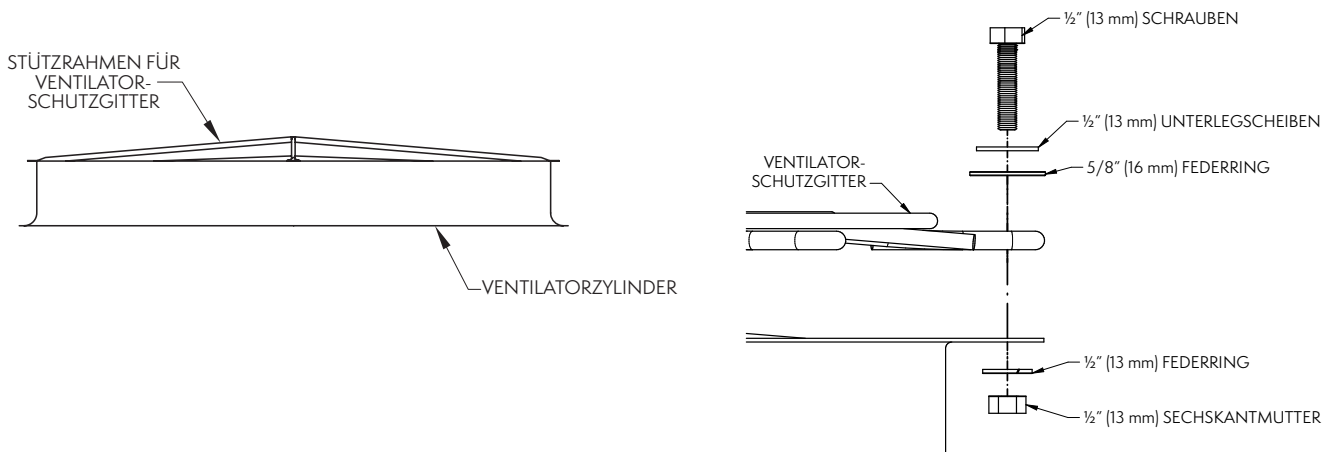

Abb. 22 – Zusammenbau von Stützrahmen und Ventilatorschutzgitter
1. Platzieren Sie den Stützrahmen für das Ventilatorschutzgitter oben auf dem Ausblaszylinder (wie in Abb. 22 dargestellt).
4. Nutzen Sie jede Bohrung für die Befestigung des Schutzgitters am Ausblaszylinder (wie in Abb. 22 dargestellt). Verschrauben Sie die Gitter und den Stützrahmen an den vier Auflagepunkten auf dem Ausblaszylinder.